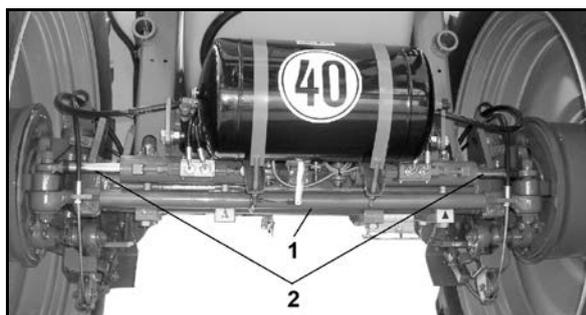

Fig. 45
La commande de suivi AutoTrail, conçue pour un suivi automatique dans les traces du tracteur, détecte la position angulaire du timon (Fig. 45/1) par rapport au sens d'avancement du tracteur.
1. Engagez la tige angulaire (Fig. 45/2) dans la douille en plastique (Fig. 45/3) stecken.
2. Introduisez le transmetteur d'angle de rotation (Fig. 45/4) dans le logement (Fig. 45/5).